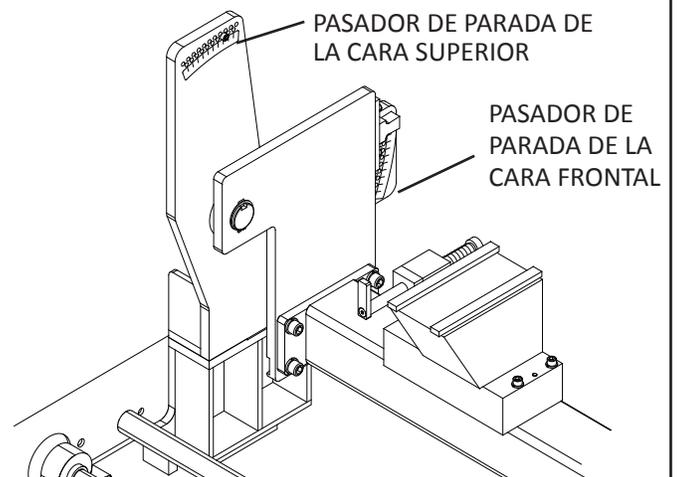

FIG. 17
2. Mueva el ACCIONADOR DE ROTACIÓN de mecanizado de forma que la parada de la barra de mecanizado quede en el punto medio entre la parada de la cara frontal y la parada de la cara superior. Véase la Fig. 17.
3. Mueva el PASADOR DE PARADA DE ROTACIÓN DE MECANIZADO para la cara frontal al ángulo correcto. Véase la Fig. 17.
4. Mueva el PASADOR DE PARADA DE ROTACIÓN DE MECANIZADO para la cara superior al ángulo correcto. Véase la Fig. 17.